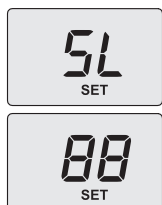

Рисунок 7.7
- Чтобы перейти к калибровке газового минимума, нажмите кнопку 1 (Рисунок 3.1). На дисплее появится символ **S-L**, чередующийся с параметром минимальной абсолютной мощности, и надпись **"SET"** (Рисунок 7.7).